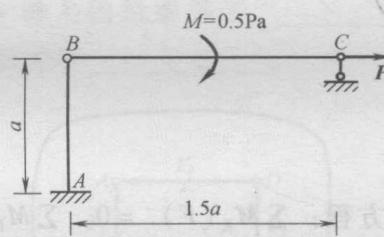

图 1-22
(4) 结构尺寸及载荷如图 1-22 所示, 试求固定端支座 A 和链杆支座 C 的约束反力。